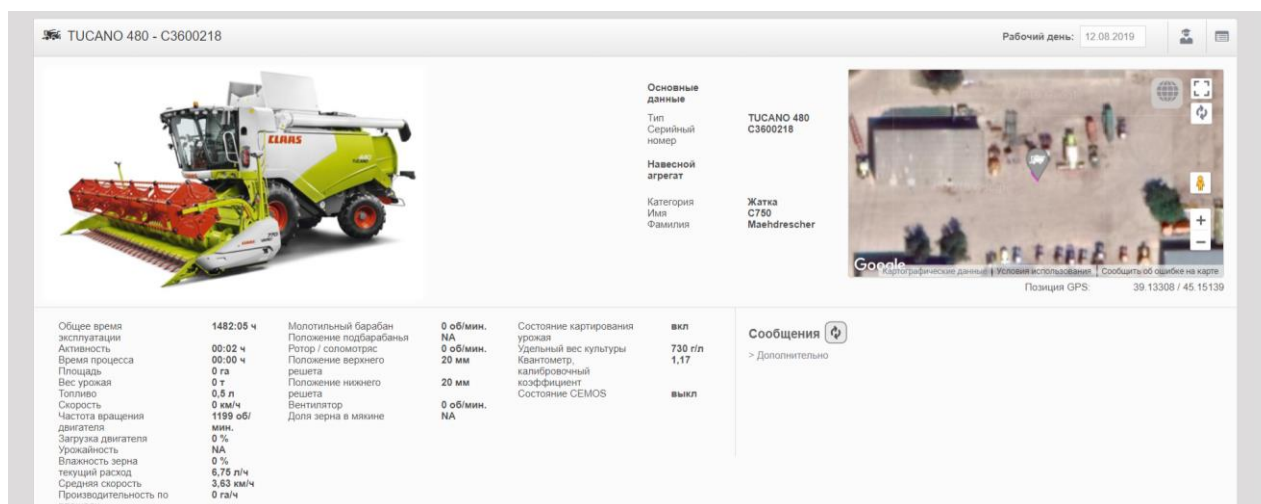

Рисунок 5.8 – Детальная информация о комбайне
4. Более детальную информация можно посмотреть выбрав вкладку **Детали**  (рисунок 5.8).